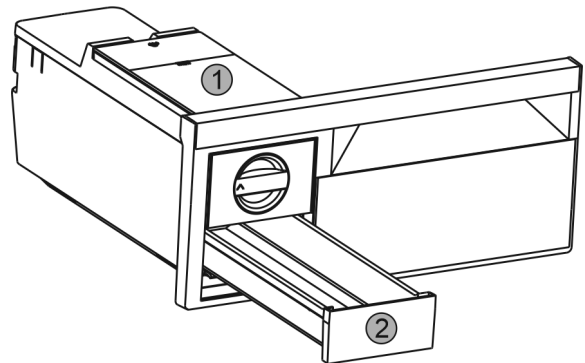

Fig. 35
- ▶ Rimuovere il serbatoio dell'acqua Fig. 35 (1) e il cassetto dei cubetti di ghiaccio Fig. 35 (2).